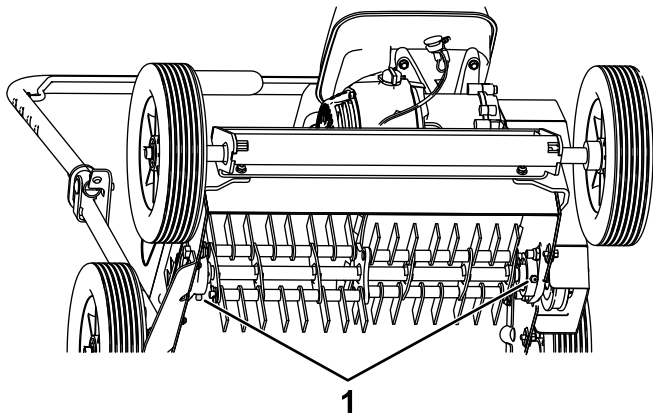

Figure 14
3. Lubrifiez les graisseurs sous le tablier avec un pistolet de graissage et la graisse spécifiée (Figure 14).